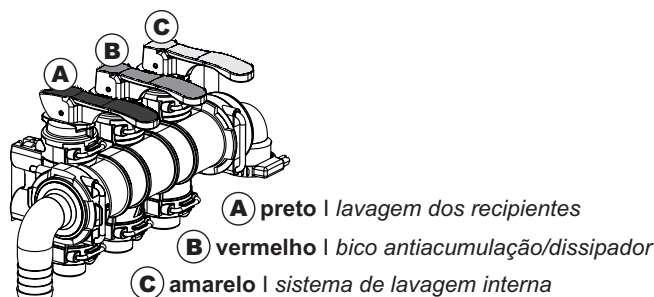

Fig. 5
- COM A TAMPA FECHADA, introduza cerca de cinco litros de água levantando a alavanca amarela (C, Fig. 5);
- Mantendo o recipiente **BEM SEGURO**, acione o jato com a **alavanca preta (A, Fig. 5 + Fig. 6b)** para lavar o recipiente.
- Acione novamente a alavanca **amarela C (Fig. 5)** para introduzir a quantidade de água necessária para uma correta pré-mistura.
- Solte a **alavanca amarela C (Fig. 5)**.
Acione todas as três alavancas (A, B e C, Fig. 5): desta maneira, todos os bicos entrarão em função para realizar a lavagem das paredes internas.
Neste momento, interrompa qualquer fluxo de água dentro do Mixer fechando **as três alavancas (A, B e C, Fig. 5)**.